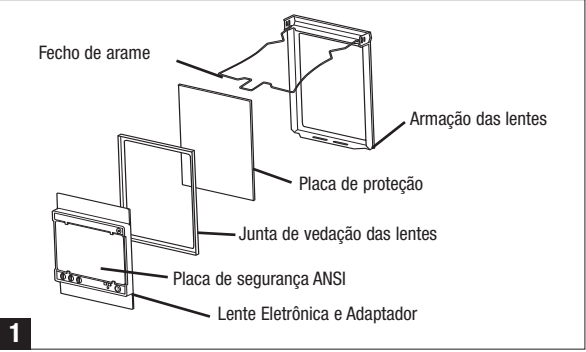

Fig. 1: Instalar o conjunto de lentes no quadro localizado no visor de solda.
- Puxe suavemente o fecho de arame (ver Fig. 1) na direção do “queixo” da máscara, até que esteja fora das ranhuras do suporte da lente, e depois gire-o para fora.
- Monte as peças das lentes como mostrado na Fig. 1. Certifique-se de empilhar as peças na seqüência indicada e (onde marcado) faça com que as mesmas fiquem voltadas para a direção indicada. Quando usar as lentes eletrônicas para soldagem certifique-se de usar o adaptador fornecido com as mesmas ou poderão ocorrer pequenos vazamentos. Existem dois tipos diferentes de adaptadores para lentes eletrônicas fornecidos com o produto. Um permite que você coloque as lentes eletrônicas diretamente no meio da abertura do protetor para soldagem. O outro permite que você posicione as lentes eletrônicas na direção da parte superior do protetor para soldagem. Escolha o adaptador que melhor atenda às suas necessidades. Além disso, quando usar as lentes eletrônicas para soldagem, o ponto-pivô do fecho de arame deverá ser movido das ranhuras inferiores para as superiores.
Se o fecho de arame se soltar, instale-o novamente de forma que ele fique curvado na direção mostrada. A curva do fecho deverá ficar voltada para o conjunto das lentes. Como a lente eletrônica é mais grossa, o fecho deverá ficar nos pontos superiores da dobradiça da armação das lentes (conforme ilustrado na Fig. 1).